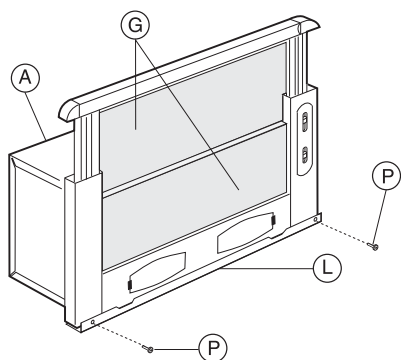

Fig. 2
- Pour un montage correcte, aligner la partie avant de la hotte à la porte du panneau et régler l'entretoise **L** en utilisant les vis **P** (Fig.2) ensuite faire coïncider la partie postérieure de l'appareil au meuble.